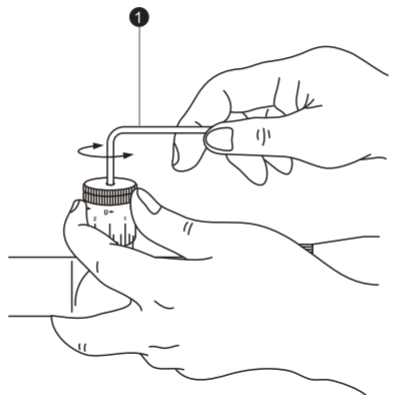

Abb. 3-3
Halten Sie den Knopf mit Ihren Fingern fest, um ein Verschieben des ausgerichteten Skalenrings zu verhindern, und drehen Sie die Schraube an der Oberseite des Knopfs mit dem mitgelieferten Inbusschlüssel entgegen dem Uhrzeigersinn (1), bis Sie die Schraube herausgedreht haben. Nehmen Sie dann den Knopf ab (Abb. 3-3).